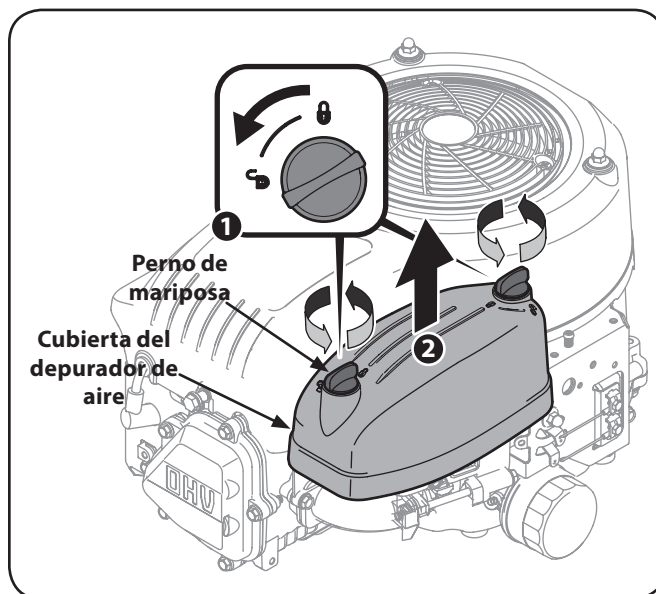

Figura 6-4
2. Retire la cubierta del depurador de aire. Véa la Figura 6-4.